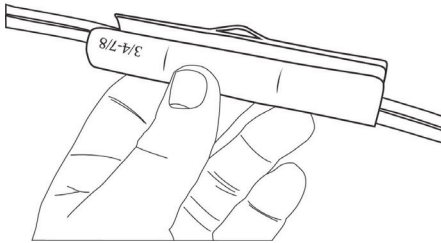

Figure 1
1. Insérer le câble dans le protecteur cylindrique (Figure 1).